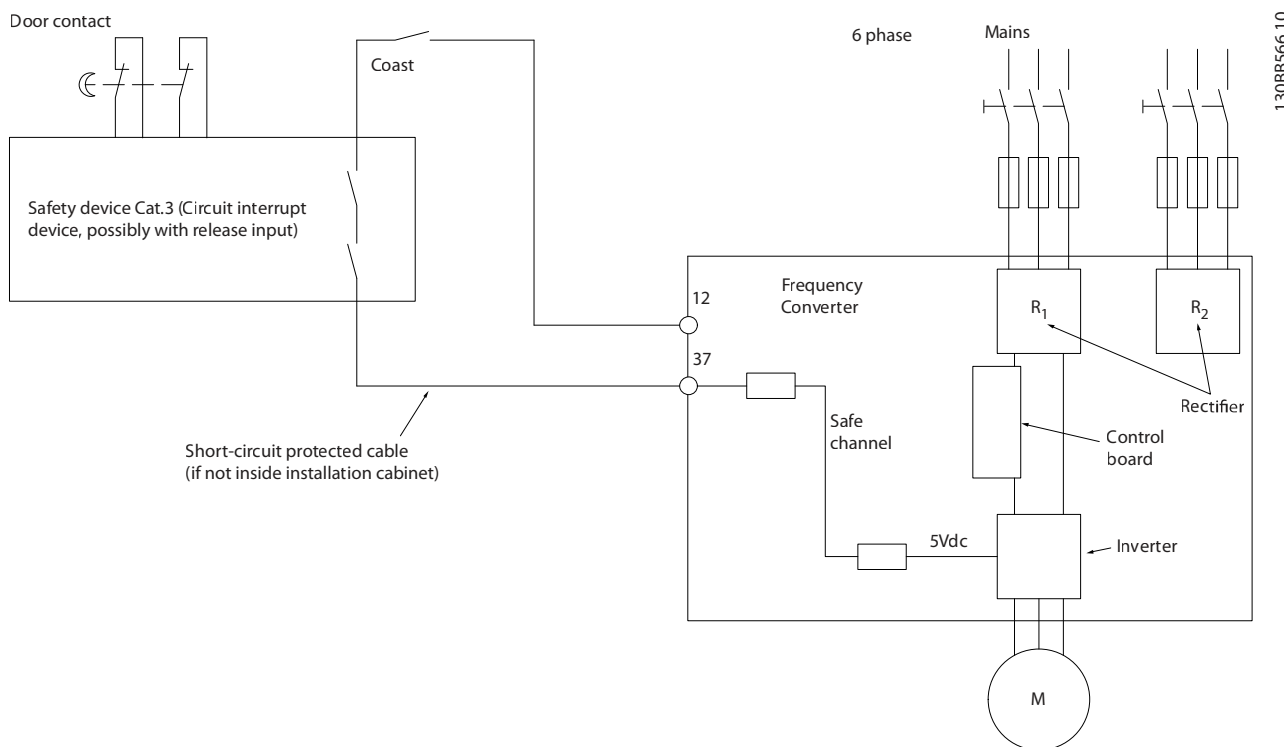

Ilustración 2.2 Instalación con parada de categoría 0 y categoría de seguridad 3
*Ilustración 2.2* muestra una parada de categoría 0 (EN 60204-1) con seguridad de categoría 3 (EN 954-1). Un contacto de puerta abierto provoca la interrupción del circuito. La ilustración también muestra cómo conectar un hardware de inercia no relacionado con la seguridad.